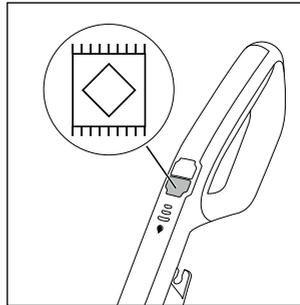

Fig. 17
- ◆ Pentru a porni aparatul apăsați comutatorul pentru mocheta  **15** (a se vedea fig. 17). LED-ul comutatorului pentru mocheta  **13** luminează albastru.
- ◆ Pentru a opri aparatul, apăsați din nou comutatorul pentru mochetă  **13** (a se vedea fig. 17).